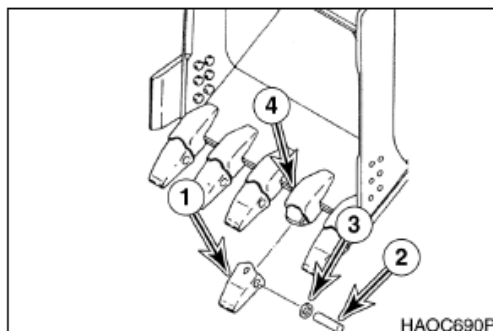

Figura 94
2. Cuando sea necesario reemplazar algún diente, (1, Figura 94), podrá usar un martillo y un troquel para extraer la clavija de cierre (2) y la arandela de bloqueo (3) del adaptador del diente (4).